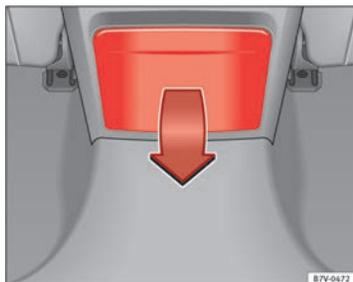

Fig. 117 Partie arrière de la console centrale : déplier les porte-boissons.
- Pour *ouvrir*, déplier le porte-boissons vers le bas, dans le sens indiqué par la flèche ⇒ fig. 117.